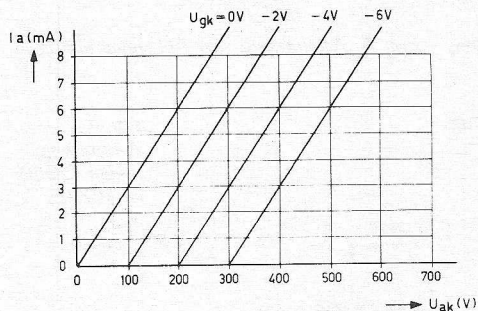

Fig. 11.
De geïdealiseerde buiskarakteristieken zijn gegeven in fig. 11.
a. Uit fig. 11 volgt voor de buis $S = 1,5 \text{ mA/V}$ en $R_i = 100/3 = 33\frac{1}{3} \text{ k}\Omega$. Bij de resonantiefrequentie is de belastingsweerstand van de buis gelijk aan R . De dynamische steilheid is nu